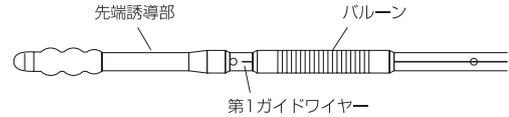

図4
11. イレウスチューブ内の第1ガイドワイヤーの先端が、先端誘導部とバルーンの間にあることを確認する（図4）。第1ガイドワイヤーの先端が先端誘導部より先にあると、第2ガイドワイヤーを先端誘導部に挿入できない可能性がある。